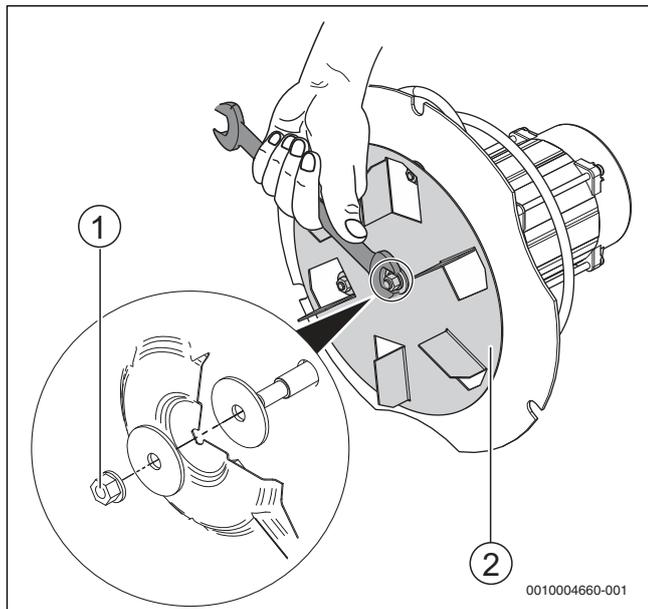

Рис. 35 Проверка посадки крыльчатки вентилятора
- ▶ Проверьте посадку крыльчатки (→ рис. 35, [2]) и при необходимости подтяните центральную гайку (**левая резьба**) [1] 10-миллиметровым гаечным ключом. Центральная гайка затягивается вращением влево.